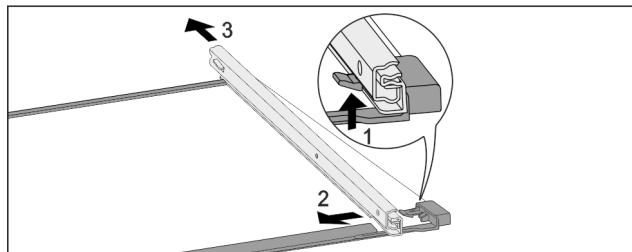

Fig. 142 Стъклена плоча с релси
- Натиснете нагоре предните фиксиращи палци Fig. 142 (1)
- Пълзнете изтеглящата релса настрани Fig. 142 (2) и назад Fig. 142 (3).